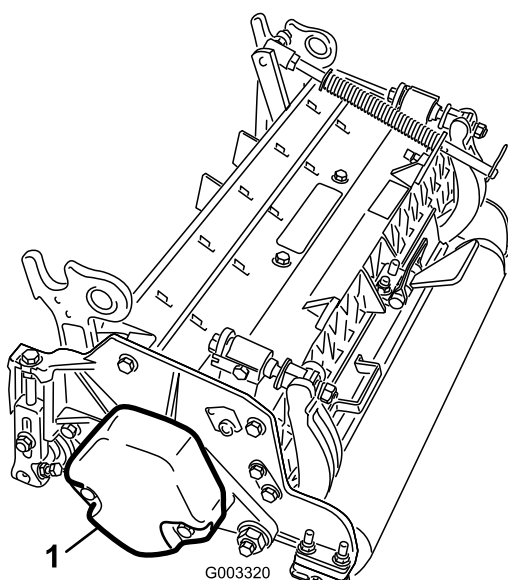

Figura 4
4. Asegúrese de que el contrapeso (Figura 4) *está instalado en el extremo correcto de la unidad de corte, según lo indicado en el Manual del operador de la unidad de corte.*